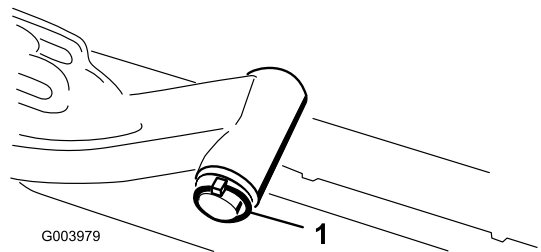

Bild 11
A. Nehmen Sie den Klapstecker und die Scheibe ab, mit denen der Gelenkschaft des Hubarms am Hubarm befestigt ist. Schieben Sie die Gelenkwelle des Hubarms aus dem Hubarm (Bild 11).
C. Setzen Sie den Hubarmschaft in den Hubarm ein und befestigen Sie ihn mit der Scheibe und dem Klapstecker (Bild 11).